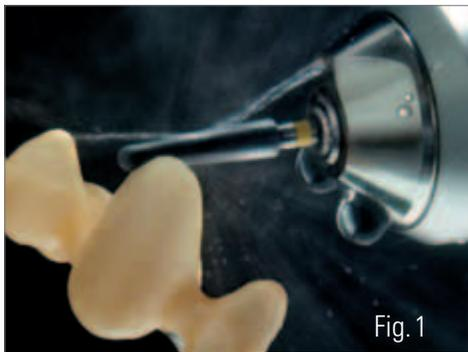
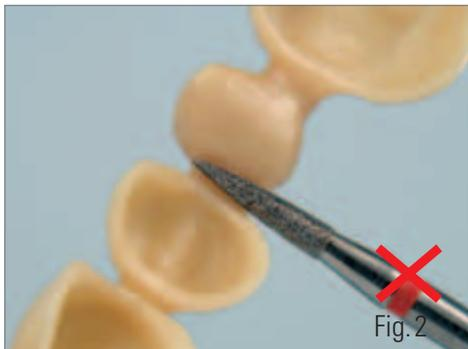
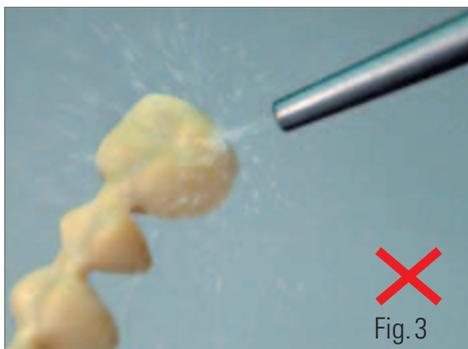

Fig. 1
Fig. 2
Fig. 3
- Al termine del fresaggio e **prima della sinterizzazione** con una diamantata separare il restauro (fig. 1), togliere il perno di distacco (fig. 2) e ridurre l'eccesso di spessore dai bordi marginali (fig. 3).
- Gli interventi sulla struttura sinterizzata devono essere eseguiti esclusivamente con turbina e spray d'acqua (fig. 1), e nel caso di parti primarie per corone telescopiche con una apparecchiatura di fresaggio con raffreddamento ad acqua esercitando pressione ridotta. In alternativa è possibile utilizzare gommini diamantati morbidi, su manipolo con velocità e pressione ridotta. Lo strumento deve essere appoggiato piatto e non deve "scartare".
- Le zone, che nell'uso clinico sono soggette a forze di trazione - in primo luogo i connettori delle strutture per ponti - non vanno rifinite (fig. 2).
Superfici da rivestire di strutture in VITA In-Ceram YZ non devono essere sabbiate (fig. 3). Dalla sabbatura può conseguire una conversione della fase del biossido di zirconio. Per il rivestimento ciò significa la formazione di tensioni complesse all'interfaccia, che possono causare fessure immediate o tardive dopo l'inserimento del restauro. Attenersi alle istruzioni di impiego VITA VM 9 Nr. 1190.